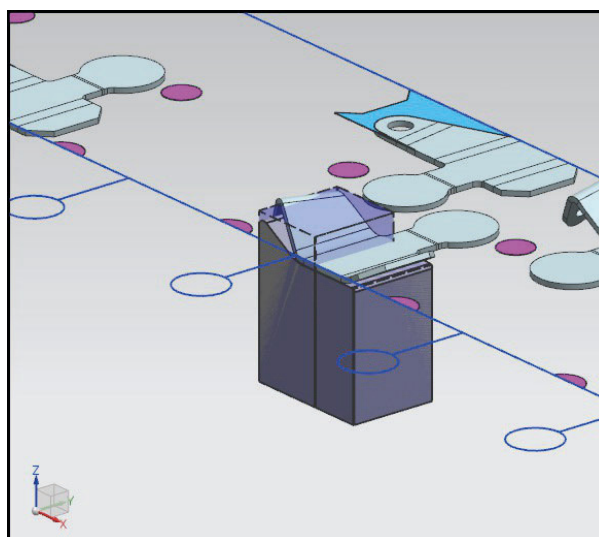

Рис. 9.19. Пуансон для гибки
5. Загрузите модель гибочного пуансона. Нажмите кнопку **Стандартная вставка**. В открывшемся окне **Управление стандартными деталями** в разделе **Представление для папки** по умолчанию представлен каталог *UZ\_Bend\_Up* (пуансон для универсальной z-образной гибки, расположенный в нижней плите), классификация *punch*. В разделе **Вид элемента** доступна для выбора единственная модель пуансона *UZ\_Bend\_Up\_Punch\_Insert*. Размеры пуансона по умолчанию прописаны через выражения, поэтому в данном примере их не изменяйте. Нажмите кнопку **ОК**. Произойдет загрузка и динамическое перестроение пуансона в рабочем окне. В окне диалога **Проектирование вставки сгиба** нажмите **Применить**. Результат представлен на рис. 9.19.